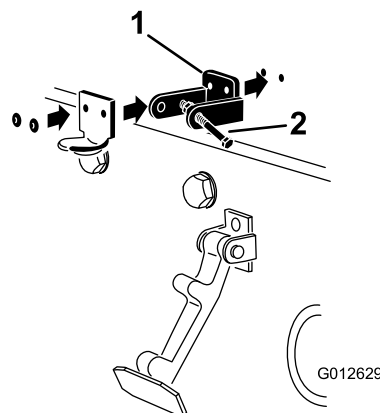

Figura 4
3. Mentre allineate i fori di montaggio, posizionate la staffa di bloccaggio CE e la staffa del fermo del cofano sul cofano. La staffa di bloccaggio deve essere contro il cofano (Figura 4). Non togliere il gruppo bullone e dado dal braccio della staffa di bloccaggio.
5. Rivettate le staffe e le rondelle al cofano (Figura 4).